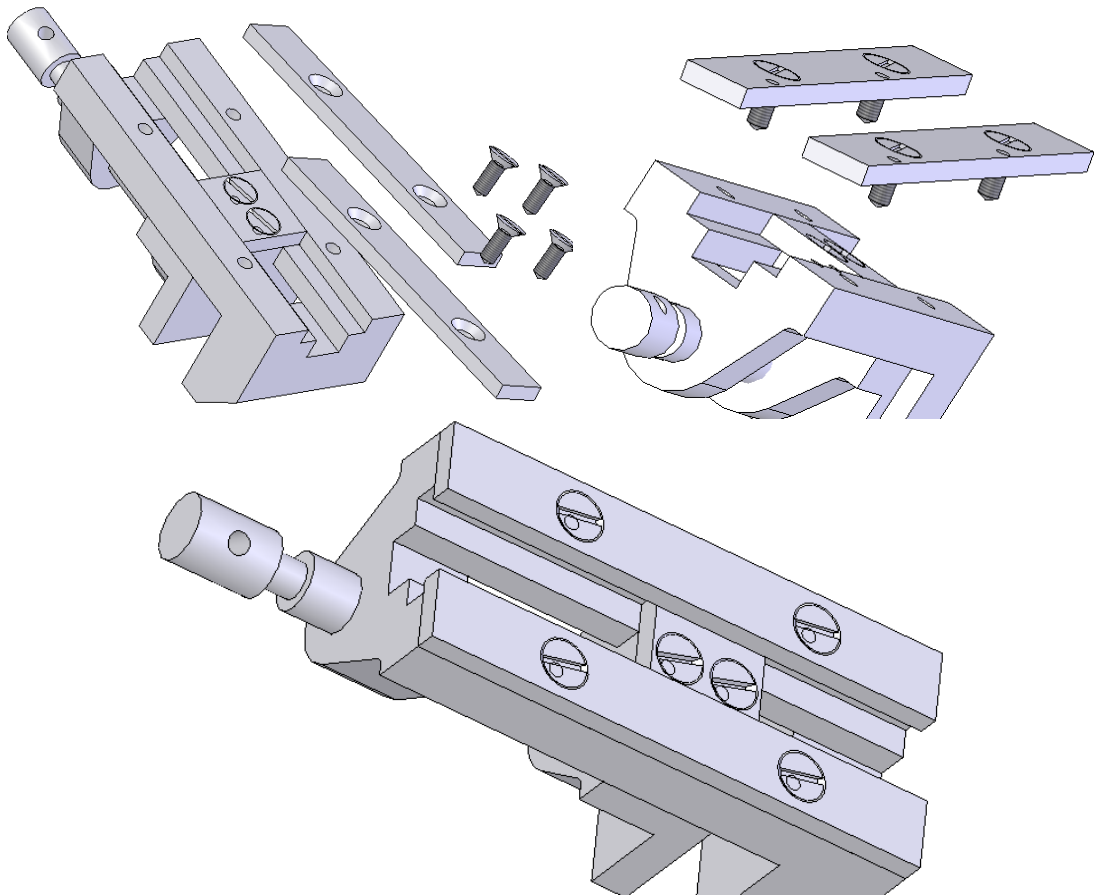

Рис. 7.1.16. Додавання в збірку нових деталей
10. Додайте до збірки дві підшви станини та 4 ГВИНТИ 1. Аналогічно до попереднього пункту розташуйте на свої місця додані елементи (рис. 7.1.16).